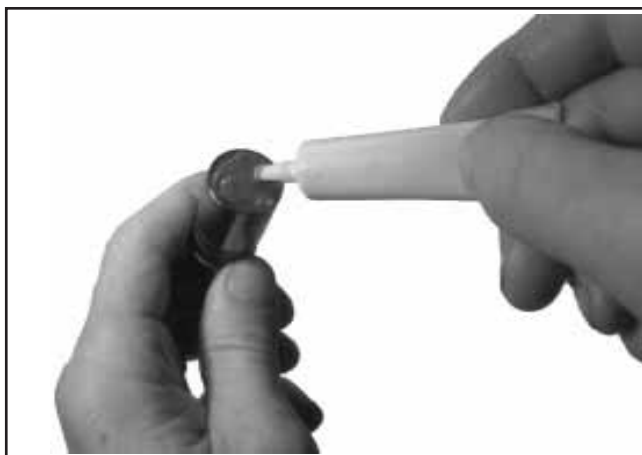

Abbildung 11-11a. Nockenwellenschmiermittel an der Stößelgrundfläche auftragen
2. Tragen Sie an der Grundfläche der Stößel Nockenwellenschmiermittel (Kohler-Teilenr. 25 357 14-S) auf. Siehe Abbildung 11-11a. Schmieren Sie hydraulische Stößel und Stößelbohrungen im Kurbelgehäuse mit Motoröl.